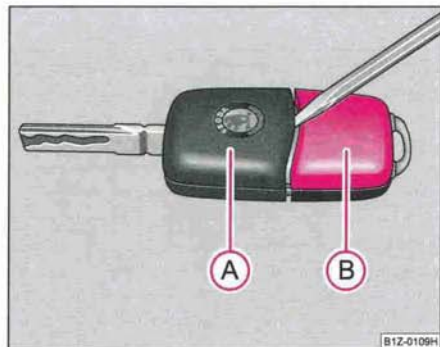

Fig. 24 Séparer la clé de la télécommande radio
Chaque clé à radiocommande possède une pile placée dans le couvercle (B) du boîtier de l'émetteur ⇒ fig. 24. Nous vous recommandons de ne faire remplacer les piles de clés que par un concessionnaire Škoda. Procédez comme suit si vous désirez néanmoins remplacer vous-même une pile usée:
- Prenez un tournevis fin et débloquez prudemment la partie (A) ⇒ fig. 24 de la clé du boîtier de l'émetteur (B).